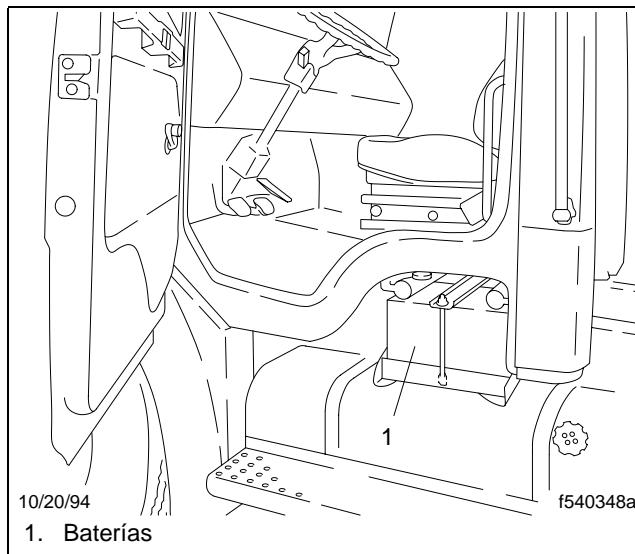

Figura 9.1, Ubicación de las baterías
2. *Revise las baterías (Figura 9.1) y los cables de éstas, como sigue:*